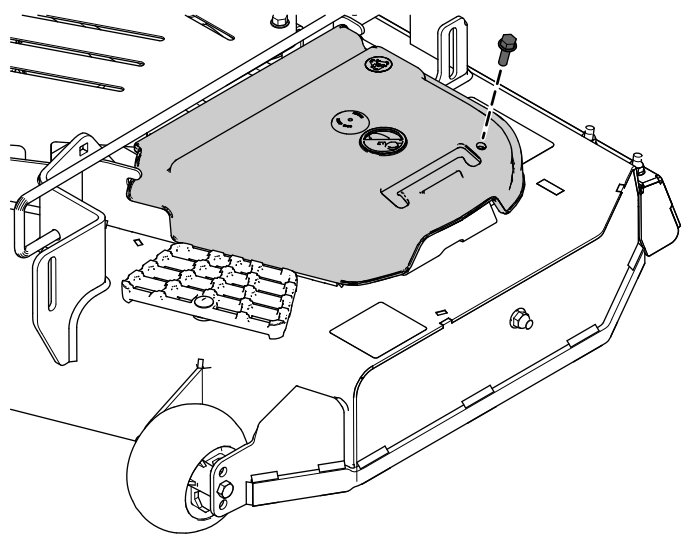

Figura 1
1. Retire las cubiertas de la correa (Figura 1).